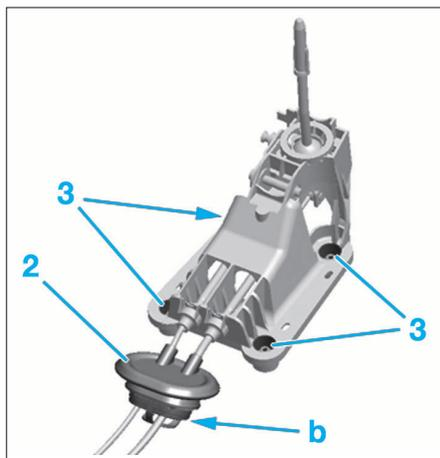
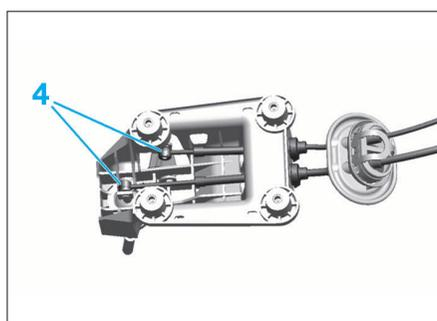

FIG. 14
FIG. 15
- Décliper l'entretoise de maintien des câbles de commandes en "b" (Fig.14).
- Dégager le joint d'étanchéité (2).
- Déposer les écrous (3).
- Décliper les rotules (4) à l'aide de l'outil [1] (Fig.15).